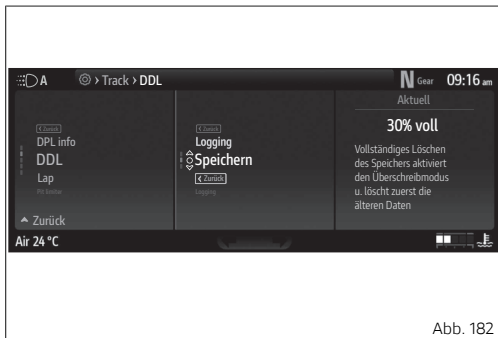
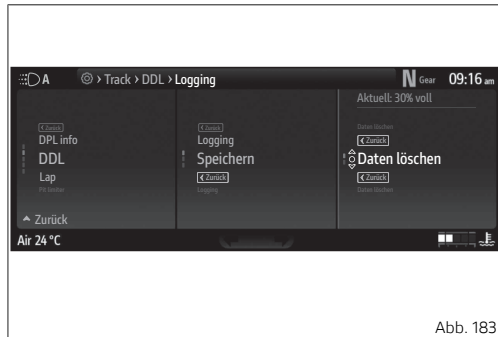

Abb. 182
Abb. 183
- Die Angabe „Speichern“ (Abb. 182 S.240) markieren.
Um aufgezeichnete Daten zu löschen, nach Markieren der Angabe „Speichern“ (Abb. 182 S.240) die Taste **o** drücken, daraufhin wird die Angabe „Daten löschen“ (Abb. 183 S.240) angezeigt. Die Taste **o** erneut drücken, um die Daten zu löschen.